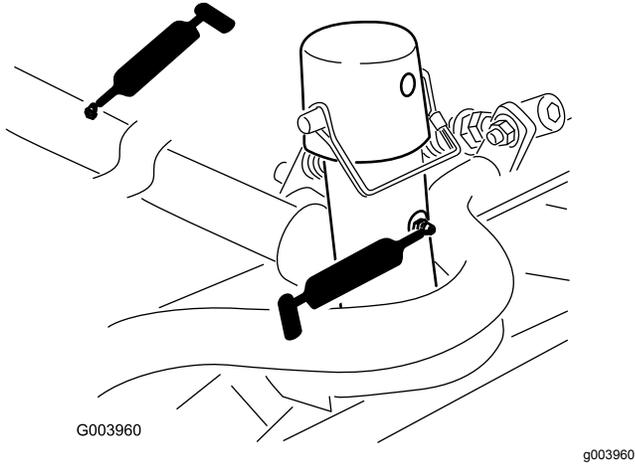

図 76
- キャリアフレームとピボット各カッティングユニットで2ヶ所 図 76